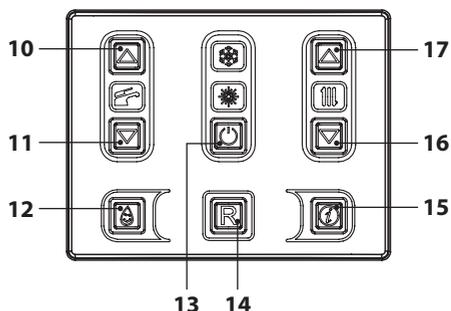
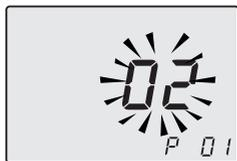
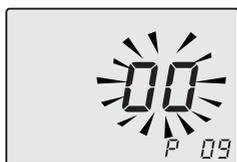

Figura 7.2
Figura 7.3
Figura 7.4
- Entrare in "modalità programmazione" premendo contemporaneamente per 10 secondi i tasti 13-16-17 (Figura 7.2) fino a far apparire sul display LCD le lettere **P01** e il valore del parametro, indicanti l'entrata nel "parametro 01" (Figura 7.3).
- Premere il tasto 16 o 17 (Figura 7.2) per scorrere i parametri fino al parametro **P09** e il valore del parametro, indicanti l'entrata nel "parametro 09" (spazzacamini **00** = spazzacamino non attivo) (Figura 7.4).
- Utilizzare i tasti 16 o 17 (Figura 7.2) fino a portarsi allo stato **dP** (spazzacamino attivo in massimo sanitario) e premere il tasto 13 per confermare. Sul display appare **dP** alternato alla temperatura massima in sanitario.
- Premere il tasto 17 (Figura 7.2) per scorrere i parametri fino al parametro **P09** (spazzacimini) (Figura 7.4).
- Agire sui tasti 17 o 16 (Figura 7.2) per incrementare o decrementare il valore. Attendere 3 secondi per stabilizzare la pressione del gas quindi leggere il valore sul manometro gas. **Ricordarsi di mantenere l'andamento in salita.**
- Premere il tasto 11 (Figura 7.2) per 5 secondi per memorizzare il valore.
- Premere il tasto 10 (Figura 7.2) per passare alla taratura del minimo gas. Il display visualizza **S-L** alternato al parametro potenza minima assoluta (Figura 7.12).
- Agire sui tasti 17 o 16 (Figura 7.2) per incrementare o decrementare il valore. Attendere 3 secondi per stabilizzare la pressione del gas quindi leggere il valore sul manometro gas. **Ricordarsi di mantenere l'andamento in discesa.**
- Premere il tasto 10 (Figura 7.2) per verificare il valore massimo impostato ed eventualmente correggerlo seguendo la procedura sopra descritta.
- Premere il tasto 10 (Figura 7.2) per verificare il valore minimo impostato ed eventualmente correggerlo seguendo la procedura sopra descritta.